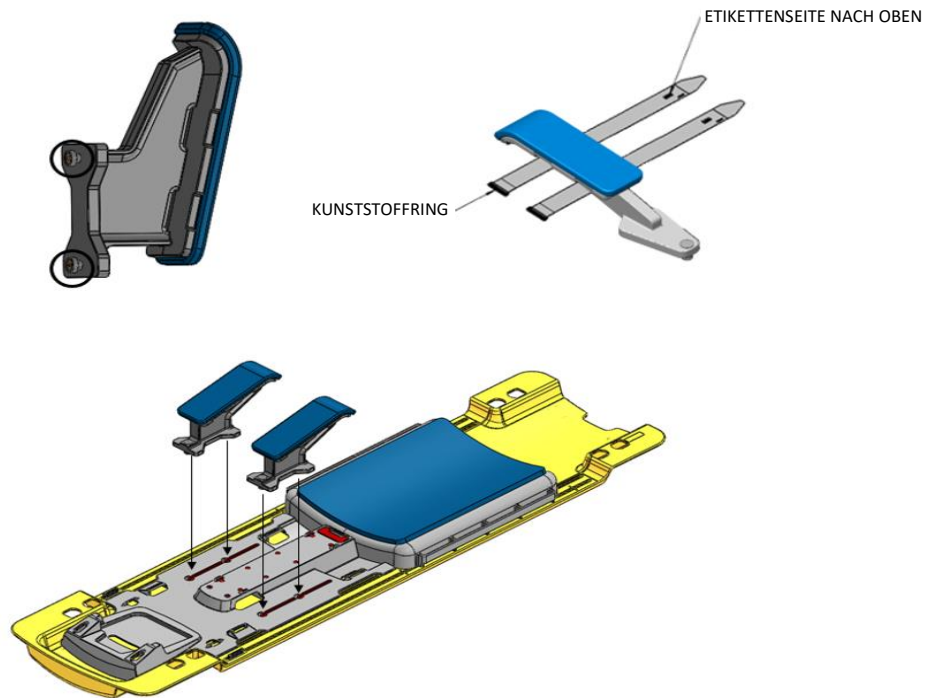

Abbildung 24: Beinstützen und Anbringen der Beingurte
- a. Die Beinstützen in die dafür vorgesehenen Schlitze der Basisplatte einsetzen. Die Stifte der Beinstützen dienen als Führung für die Platzierung in den Basisplattenschlitzen (*Abbildung 24*).